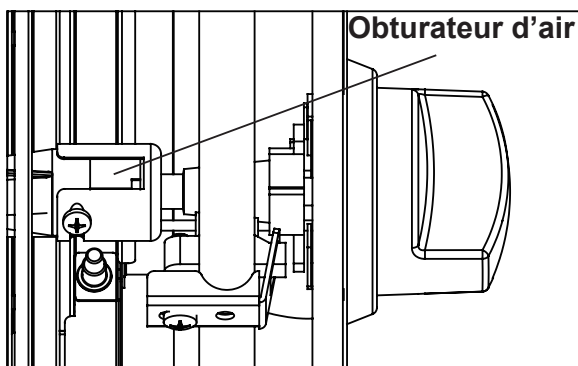

Fig. 30 Obturateur d'air
- a. Dégagez les obturateurs; ils sont situés au bout des brûleurs, sous la boîte de commandes. Voir Fig. 30.